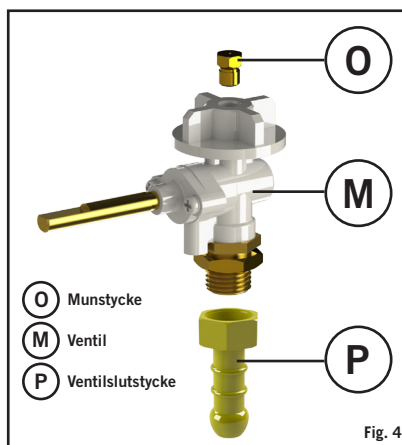

Fig. 4
**Apparatklasser:** I 3B/P (30), I 3+ (28-30/37) and I 3B/P (37), (DK, FI, NO, NL, SE, AT, DE, BE, ES, FR, IE, IT, PT, GB, CH)
- I slangens andra ände sätter du fast en passande lågtrycks reglerventil, antingen 30mBar (I 3B/P (30), I 3+ (28-30/37) för Butansystem) eller 37mBar (I 3+ (28-30/37) för Propansystem). Se återigen till att slangens sitter ordentligt fast. Slangen som används måste uppfylla kraven i BS 3212:1991/SABS 1156-2 eller motsvarande standard. I Sydafrika måste reglerventilen uppfylla kraven i SANS 1237.
**Apparatklass:** I 3B/P (50) (AT, DE)
- Skruva fast en slang med rätt storlek gängade passtycken i var ända mot Ventilens (O) vänstergängade 1/4" BSP gänga (Fig. 4). Fäst en passande 50mBar lågtrycks reglerventil i andra änden av slangens. Slangen som används måste uppfylla kraven i DIN 4815 del 2 eller motsvarande.